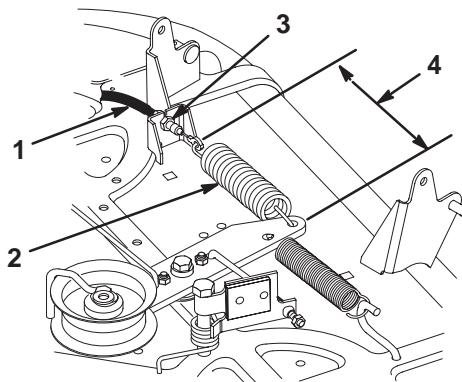

Bild 45
20. Messen Sie den Abstand zwischen den Hakenenden der Spannrollenfeder (Bild 45).
21. Stellen Sie die Klemmmuttern ein, bis der Abstand zwischen den Hakenenden 150 mm beträgt (Bild 45).